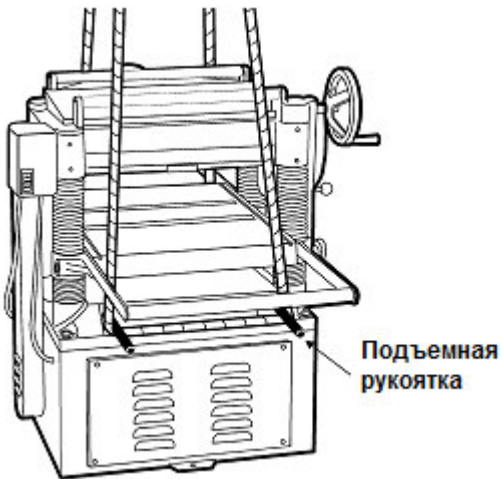

Рис. 3
1. На станке имеются четыре подъемные рукоятки (см. Рис. 3). Рукоятки можно извлечь для
- Если для подъема станка используются стропы или вилочный погрузчик, поднимать необходимо только за подъемные рукоятки (см. Рис. 3). Следите, чтобы во время подъема станок сохранял равновесие.